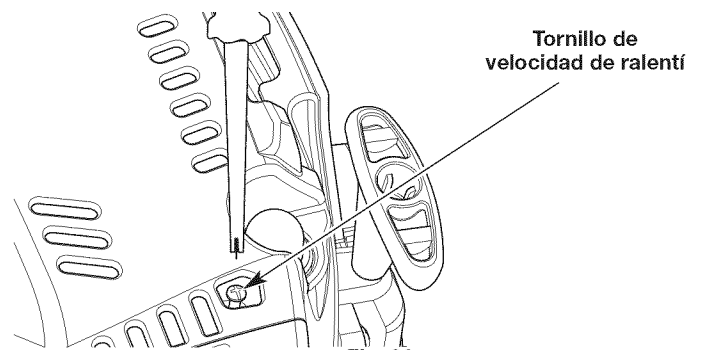

Fig. 26
- Si el motor se para, aumente la velocidad de ralentí. Use un destornillador Phillips pequeño para girar el tornillo de velocidad de ralentí en el sentido de las agujas del reloj, 1/8 de giro cada vez hasta que el motor funciona al ralentí de manera uniforme (Fig. 26).
- Si el cabezal de corte gira cuando el motor funciona al ralentí, reduzca la velocidad de ralentí. Gire el tornillo de velocidad de ralentí en el sentido contrario de las agujas del reloj, 1/8 de giro cada vez, hasta que se detenga el cabezal de corte (Fig. 26).